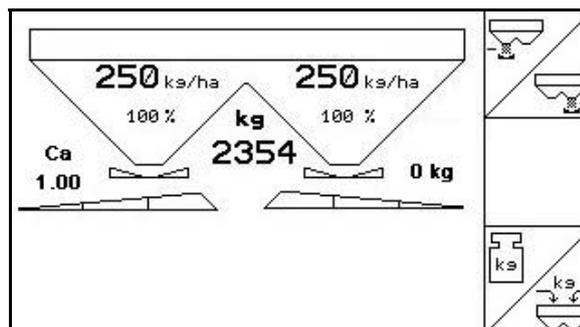

Fig. 25
**No início da dispersão, iniciar no menu Trabalho (Fig. 25) a calibração online.**